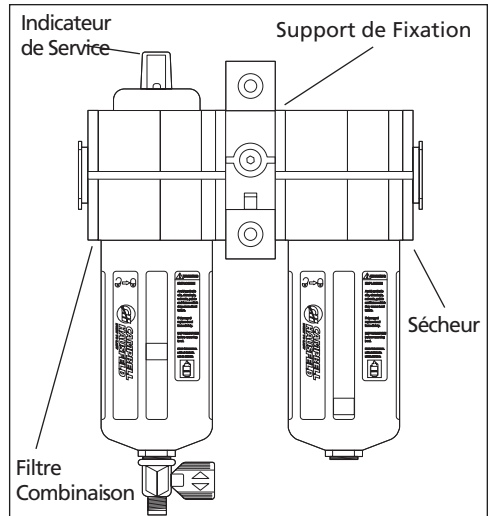

Figure 1
4. Remplacement Du Filtre Combinaison - L'indicateur de service sur le filtre combinaison (indiqué sur la Figure 1) change à rouge lorsque la cartouche filtrante doit être remplacée. Utiliser la cartouche filtrante de rechange PA2087.